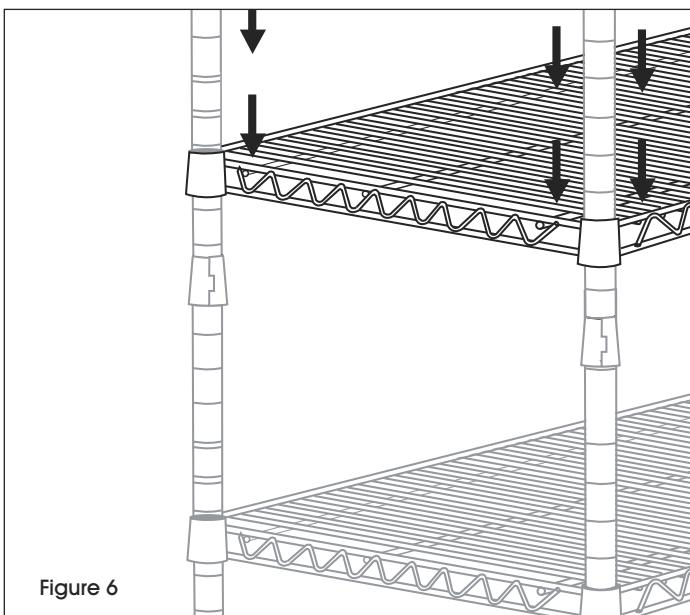

Figure 6
7. Déterminez la hauteur de la tablette suivante, enclenchez les supports, puis ajoutez et sécurisez-la. Répétez cette étape pour ajouter les autres tablettes. (Voir Figure 6)